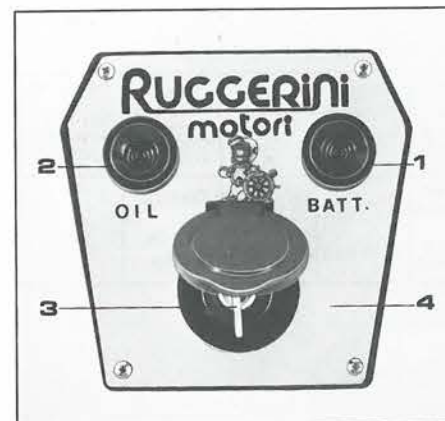

Fig. 2
2.1 Quadretto con chiave e spie per avv. elettrico (fig. 2)
2.1 Panel with ignition key and warning lights electric starting (fig. 2)